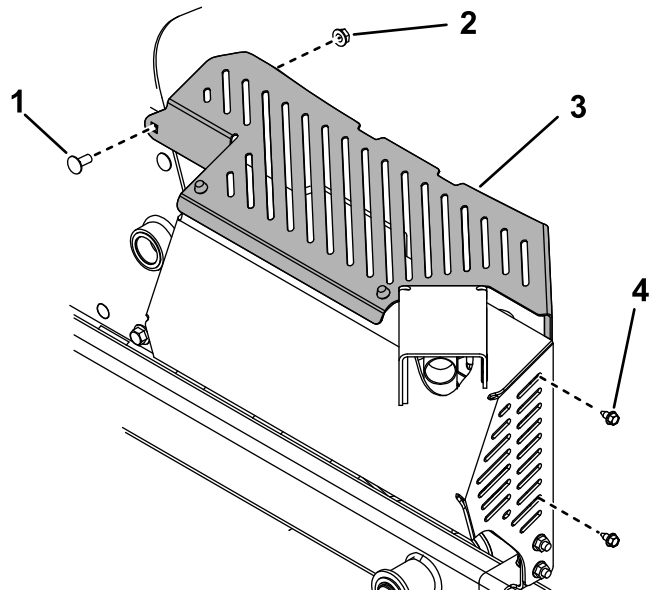

Figure 27
11. Déposez l'écran pare-chaleur (Figure 27).